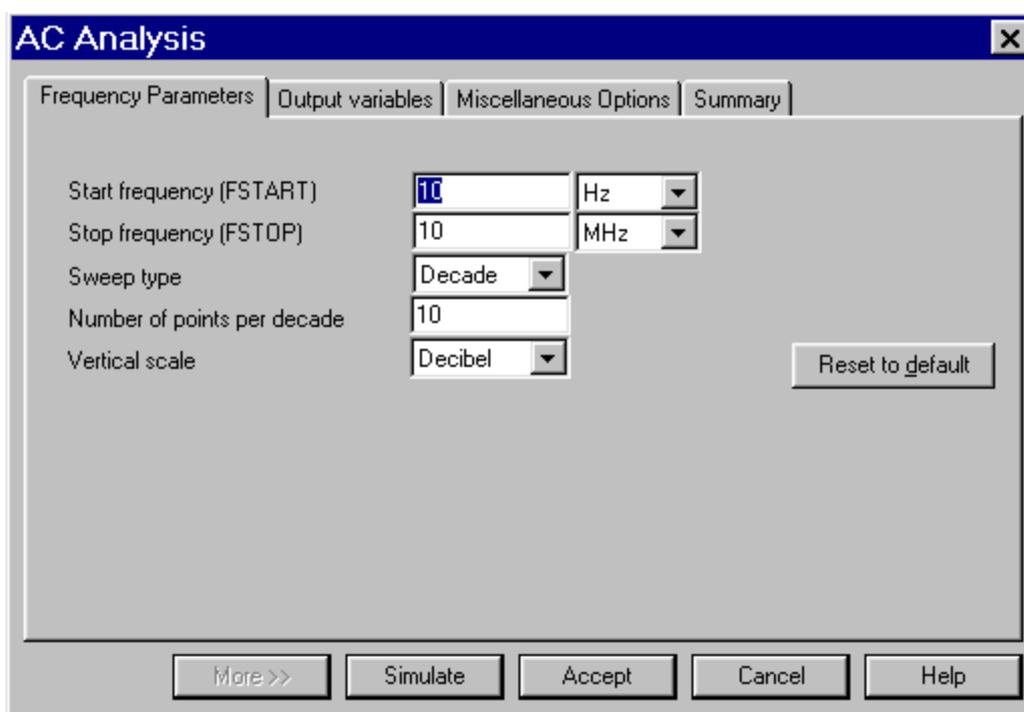

Fig. 24 Menú de AC Análisis
- Se seleccionará el submenú “AC Análisis”, el cual está dentro del menú “Simulate/Análisis”. La pantalla que saldrá será como la de la Fig. 24.